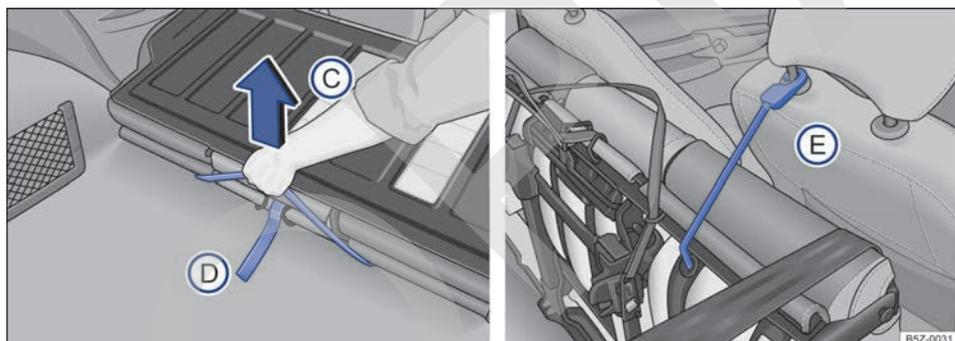

Fig. 78 Asiento trasero: manija para desbloqueo del conjunto del piso (C); correa elástica roja para fijar el vástago del apoyacabezas (E).
- Tire de la manija negra ⇒ fig. 78 (C) para desbloquear el conjunto del piso y, al mismo tiempo, levántelo **con cuidado** hacia los asientos delanteros.
- Localice la correa elástica roja ubicada en la parte inferior de la banqueta del asiento y encaje el gancho de la correa en el vástago del apoyacabezas del asiento del acompañante ⇒ fig. 78 (E), inmovilizando el conjunto.
- Suelte el gancho de la correa elástica roja del vástago del apoyacabezas del asiento del acompañante ⇒ fig. 78 (E) y, encájelo debajo del asiento trasero.
- Tire de la manija roja ⇒ fig. 78 (D) para desbloquear el respaldo y, al mismo tiempo, vuelva a colocar el respaldo en su posición inicial.